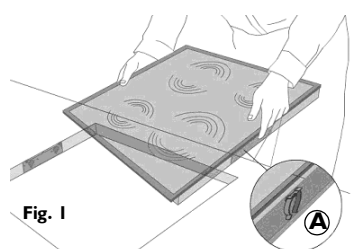

Fig. 1
- Posizionare le 4 mollette (**A**), se non già presenti, sulla cornice del piano cottura, nell'apposita sede, vedere Fig. 1